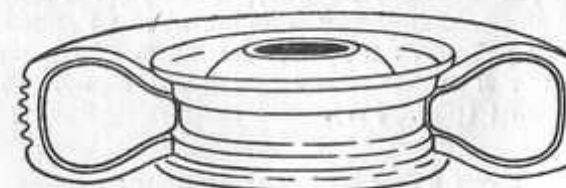

Рис. 115. Правильное положение шины на ободе колеса.
7) накачать в камеру воздух и добиться, чтобы борты покрышки по всей окружности прилегали к бортам обода (рис. 115);